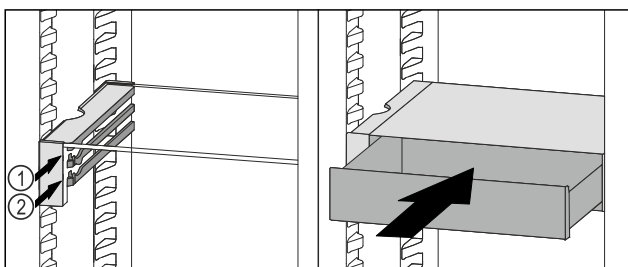

Fig. 94
- VarioSafe-Schubfach hinter den Stopperrn auf gewünschter Rippe Fig. 94 (1) oder Fig. 94 (2) aufsetzen.